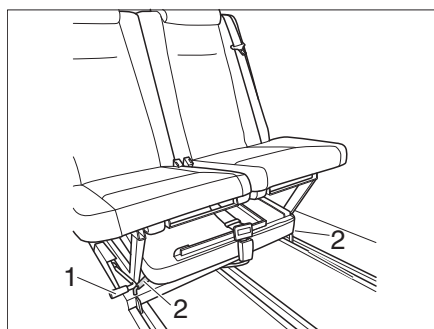
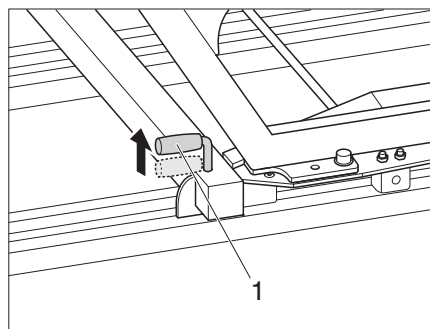

Figura 9 Desmontar banco de asiento
Figura 10 Palanca de bloqueo
- Tirar ambas palancas de bloqueo (Figura 9,2 o Figura 10,1) hacia arriba.
- Tire de la palanca de posicionamiento (Figura 9,1) y empuje con cuidado el banco de asiento hacia atrás hasta que pueda sacarse de los raíles.